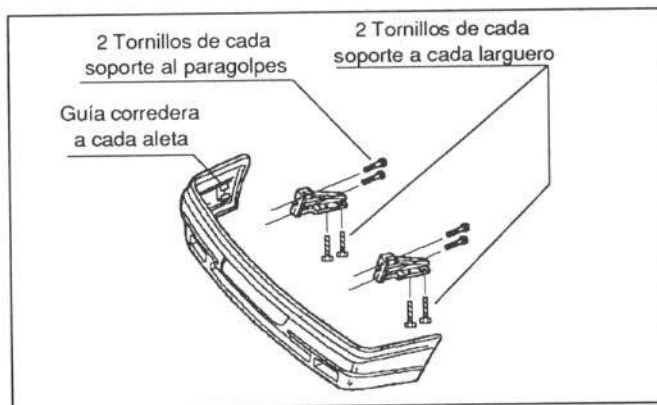

Figura 15.- Unión del paragolpes
Va unido según se detalla en la figura 15
- Paragolpes delantero (figura 15)